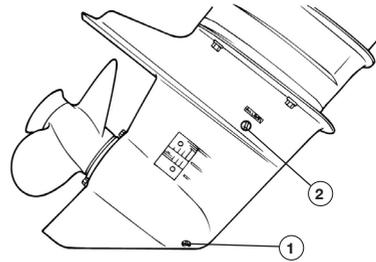

Рис. 58 Замена масла в редукторе
1. Наклоните мотор так, чтобы сливное отверстие было в самом нижнем положении (Рис. 58).
3. Выкрутите пробку 1 сливного отверстия (Рис. 58).
4. Выкрутите пробку 2 контрольного отверстия (Рис. 58), это позволит маслу быстрее стечь.
7. Когда масло начнет выступать из контрольного отверстия, сначала закрутите пробку 2 контрольного отверстия, затем пробку 1 сливного отверстия (Рис. 58).
2. Поместите деревянный брусок между винтом и антикавитационной пластиной чтобы предотвратить вращение гребного винта (Рис. 58).
3. Чтобы предотвратить вращение гребного винта поместите деревянный брусок между винтом и антикавитационной пластиной (Рис. 58) и затяните гайку гребного винта.